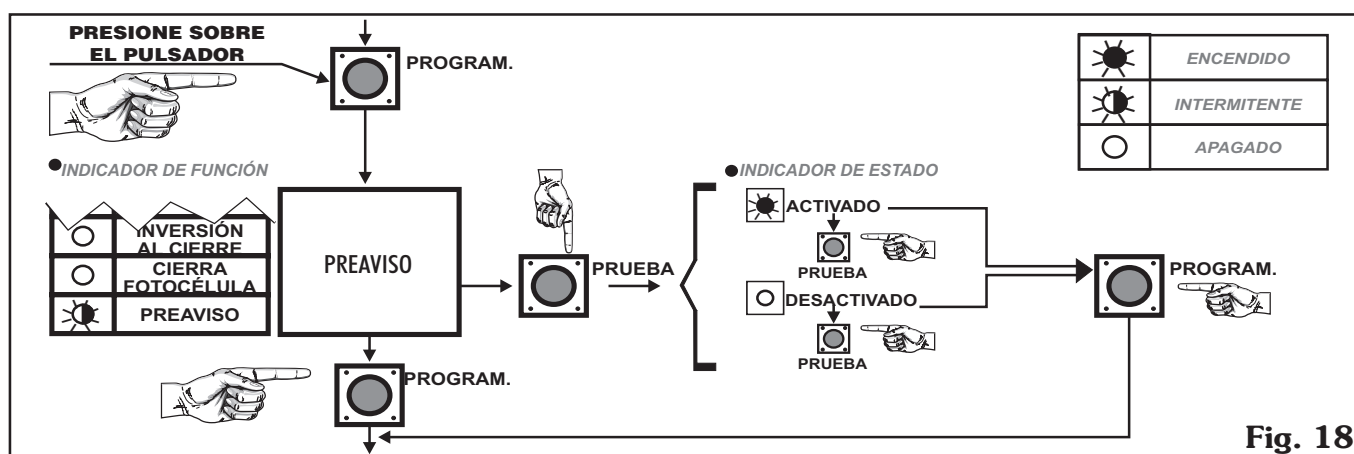

Fig. 18
3.6.1. Presione sobre la tecla **PROGRAM** hasta que el indicador de función **PREAVISO** se encienda intermitentemente. (Fig. 18)